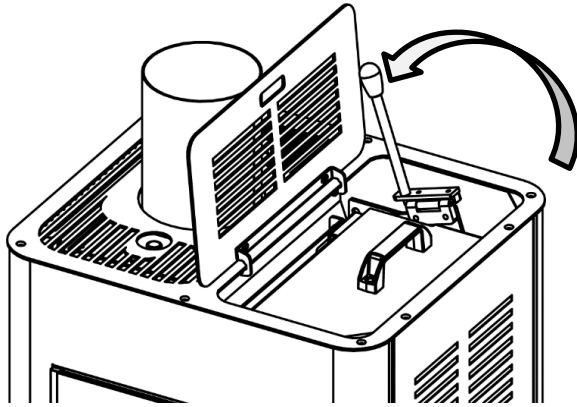

Fig.15
- Aprire il coperchio e spostare la leva di caricamento pellet nella posizione "Stop" (fig.15);